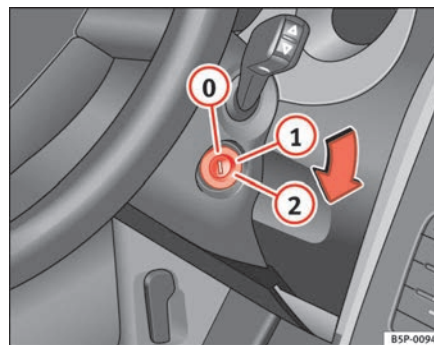

Abb. 137 Stellungen des Zündschlüssels
In dieser Stellung ⇒ Abb. 137 sind die Zündung und der Motor ausgeschaltet und die Lenkung kann gesperrt werden.
- Drehen Sie den Zündschlüssel in Stellung ⇒ Seite 168, Abb. 137 ①. Beim Vorglühen des Motors leuchtet die Kontrollleuchte  auf.
- Wenn die Kontrollleuchte nicht (mehr) leuchtet, drehen Sie den Zündschlüssel in Stellung ② zum Anlassen des Motors – geben Sie kein Gas.
- Drehen Sie den Zündschlüssel in Stellung ⇒ Seite 168, Abb. 137 .